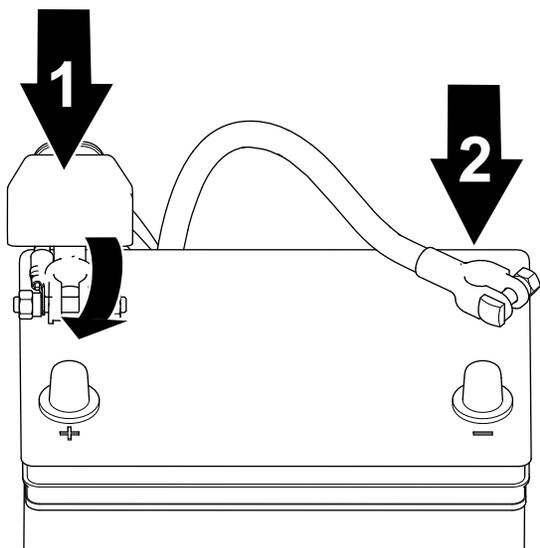

Figura 40
2. Conecte el cable positivo a la batería y apriete la tuerca de pinza de la batería (Figura 40).
3. Conecte el cable negativo a la batería y apriete la tuerca de pinza de la batería (Figura 40).